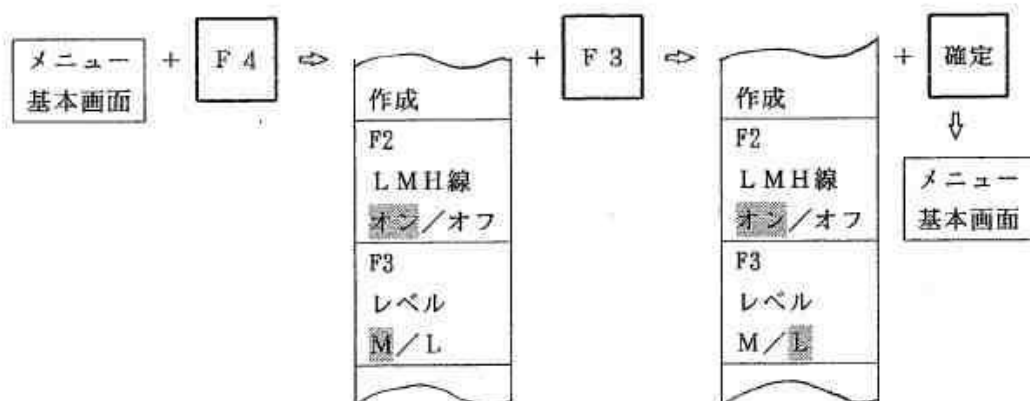

図 9.3.11 M検出レベルからL検出レベルへの切替えの手順
- ① 選択キー【F4】を1回押すと図 9.3.11 の選択メニューが表示されます。このメニューの【F3】の項を見ると、【M】の部分にカーソルがあります。
- ② 【L】に切り替える場合には、選択キー【F3】を1回押します。カーソルが【L】に移りますからそれを確認して確定キーを1回押します。